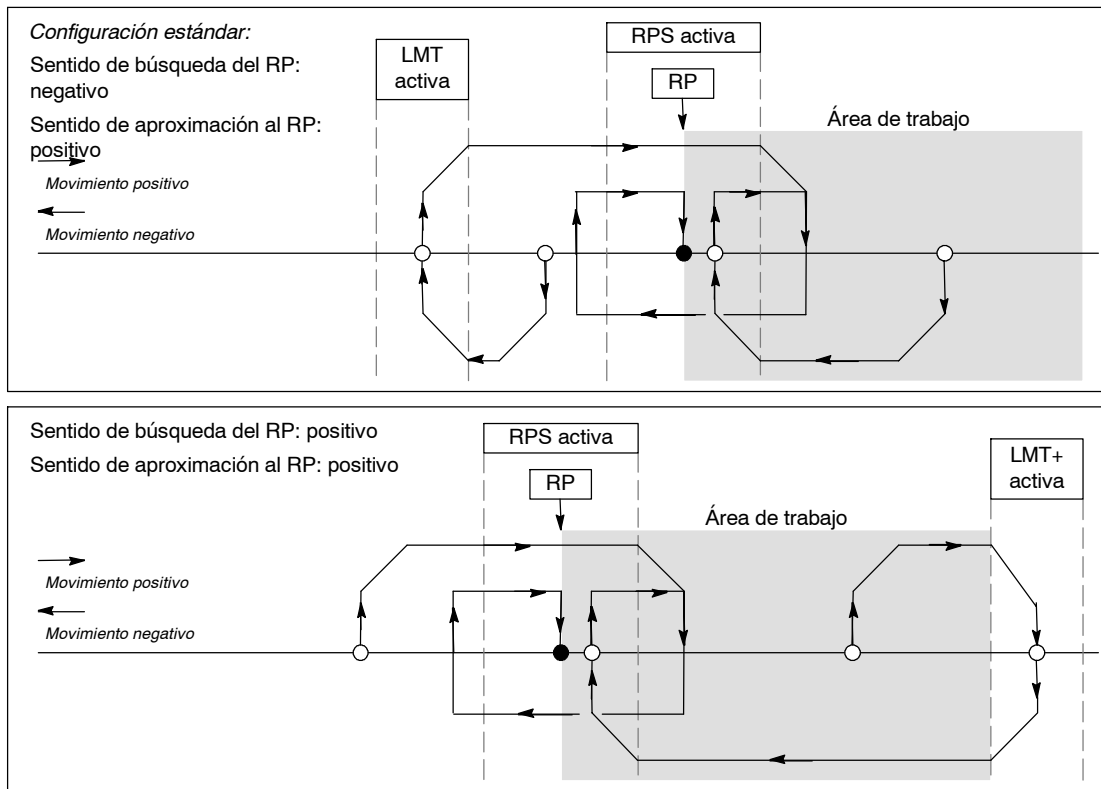

Figura 9-22 Búsqueda del RP: Modo 2
- ☐ La figura 9-22 muestra dos opciones del modo 2 de búsqueda del RP. En este modo, el RP se encuentra en el centro del área activa de la entrada RPS.